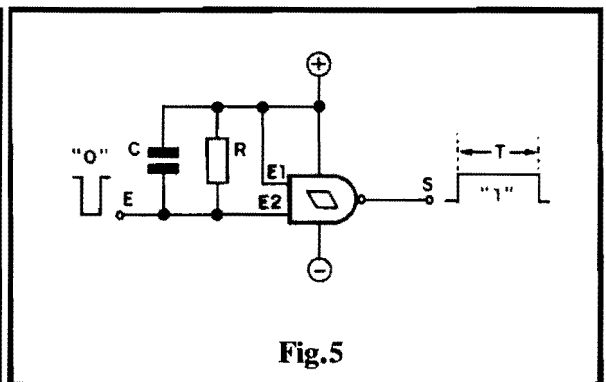

Fig. 5
FIG. 5 - UM MONO-ESTÁVEL COM GATE SCHMITT TRIGGER - Relembremos por um momento a "Aula anterior, quando mostramos estruturas MONO-ESTÁVEIS "feitas" com **gates** NOR e NAND (fig. 11 da "Aula" 22 em APE nº 57), auxiliados
por um Resistor e um CAPACITOR, estes determinadores das constantes de tempo, responsáveis pela momentânea "retenção da memória do estado"... Com a função **Schmitt Trigger** é possível obter-se idêntico comportamento, a partir de **um único gate** (e não mais **dois**, como nos citados exemplos da "Lição" anterior...), com óbvia "economia" circuital... Analisemos a estrutura do MONO-ESTÁVEL com S.T. (fig. 5): uma das duas Entradas disponíveis (no caso de **gate** NAND de 2 Entradas, como no 1/4 do 4093 usado no exemplo...) é mantida permanentemente em "1" (E1, ligada ao **positivo** da alimentação...), de modo que a Saída S mostrará **sempre** um estado **inverso** ao "visto" pela **outra** Entrada (E2), conforme garante a Tabela Verdade dos **gates** NAND... Em repouso, a Entrada de controle, E2, é mantida "alta" através do resistor R, ficando assim a Saída S "baixa", também no "repouso"... Contudo, ao aplicarmos à Entrada Geral de controle (E), um breve pulso "0" ou "baixo", desfecham-se vários eventos interessantes: como a placa "de cima" do capacitor C estava **positiva**, a aplicação de um nível "0" (**negativo**) à sua placa inferior, faz com que o dito capacitor quase que imediatamente se carregue. Com isso, a Entrada E2 passa a receber o citado nível "0" ou "baixo" (a Saída "sobe" para "1"...). Tal situação